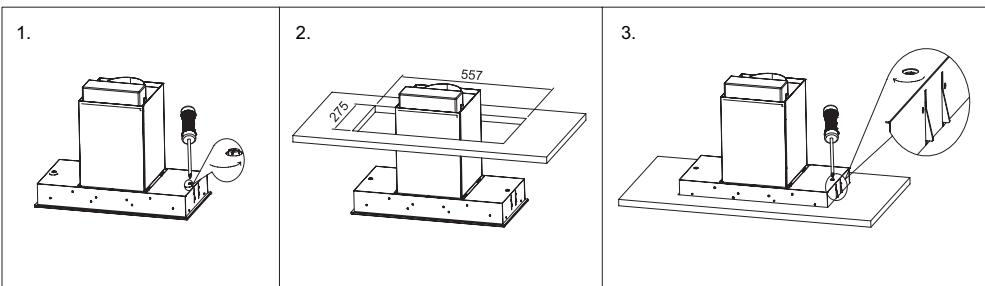

Рис. 13
1. С помощью выдвижных фиксаторов расположенных на левой и правой стороны вытяжки (см.рис. 13). Такое крепление рекомендуется если установка производится в полку шириной от 700 мм.